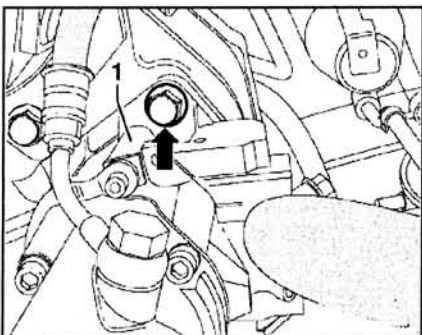

Рис. 6.29. Открутите болт (стрелка) и снимите насос 1.
7. Открутите болт (стрелка) и снимите насос 1 (рис. 6.29).